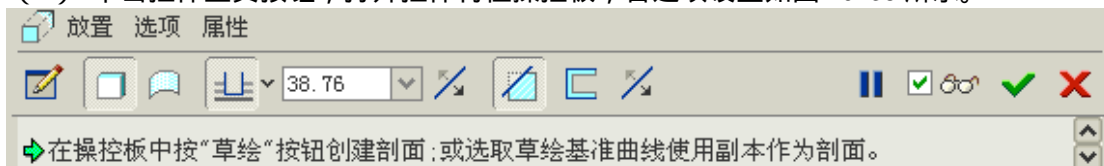

图 40-38
(1) 单击拉伸工具按钮，打开拉伸特征操控板，各选项设置如图 40-38 所示。